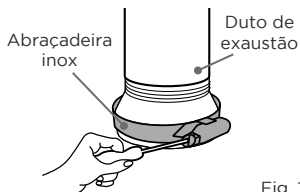

Fig. 1
1. Para correta instalação no modo exaustão utilize qualquer um dos lados do duto de exaustão para a fixação na coifa. Antes do encaixe do duto, coloque a abraçadeira inox. Já com o duto encaixado, use uma chave número 6 ou uma chave de fenda cruzada (*não acompanham o produto*) para realizar o aperto da abraçadeira (Fig. 1).